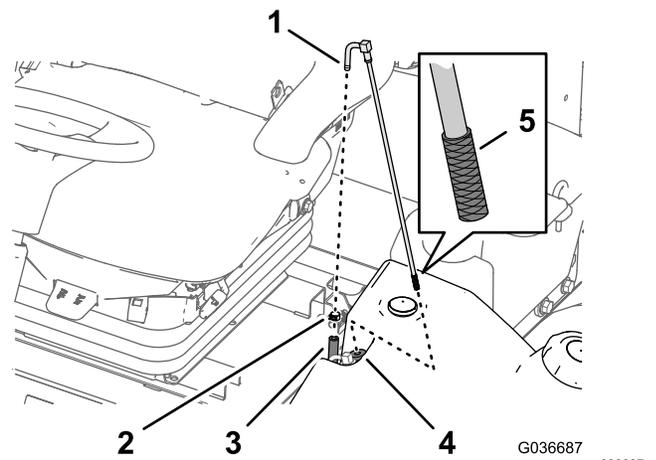

Figure 65
2. Débranchez le flexible du raccord (Figure 65).
3. Soulevez et déposez le tube d'aspiration du réservoir de carburant (Figure 65).
4. Nettoyez les débris éventuellement présents sur la crèpine au bout du tube d'aspiration de carburant (Figure 65).
5. Insérez le tube d'aspiration dans la bague de caoutchouc et dans le réservoir de carburant (Figure 65).
1. Retirez le collier qui fixe le flexible de carburant au raccord du tube d'aspiration (Figure 65).